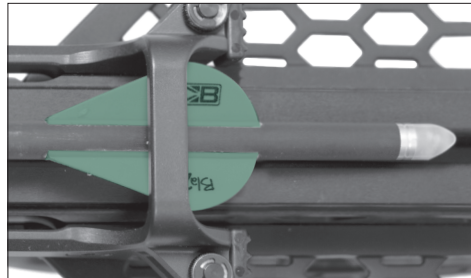

FIGURE 21
4. Alignez la flèche CP400 Select de façon que la penne d'armement (la penne de couleur différente) soit orientée vers le bas dans la rainure de lancement et insérée à travers le support du riser (Fig. 21).